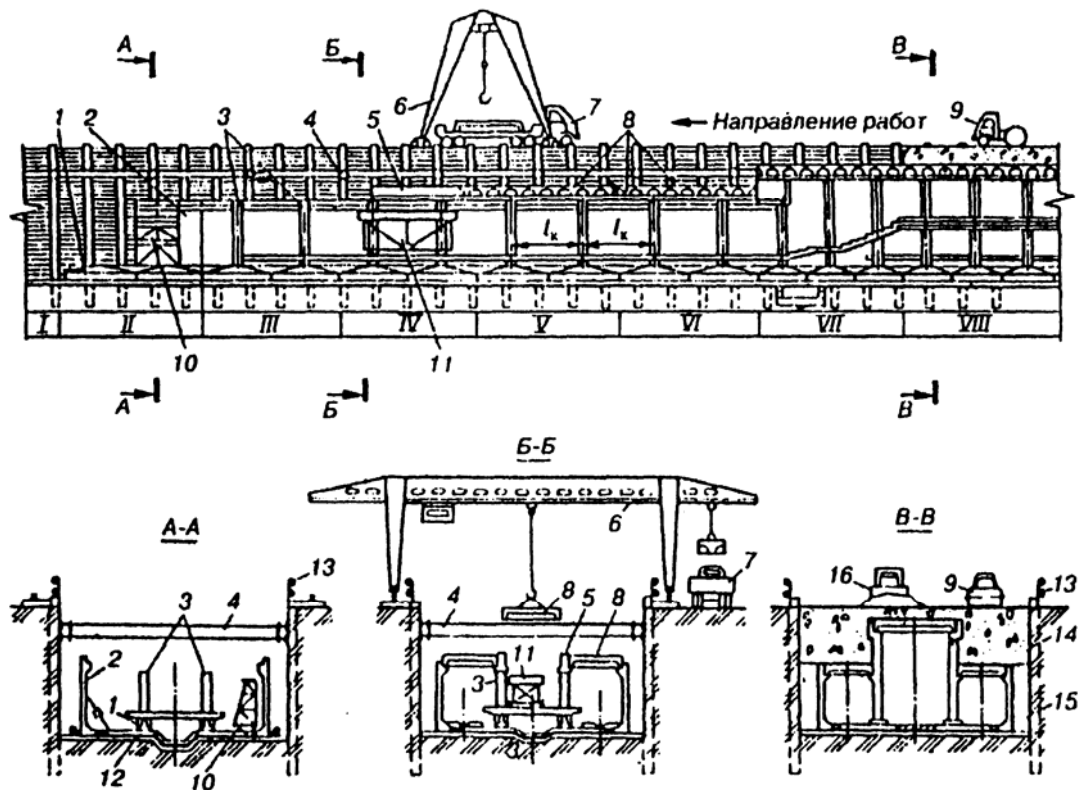

Рис. 3 – Схема зведення станції зі збірного залізобетону у котловані з пальовим кріпленням:
**Монтаж конструкцій станції.** Послідовність робіт з монтажу конструкцій зі збірних залізобетонних елементів показана на рис. 3. Монтаж збірного оброблення станції здійснюють знизу на гору за допомогою козлового крана «з коліс». Тим же краном й одночасно з обробленням збирають внутрішні конструкції станції. Роботи ведуть ділянками до 20 м.